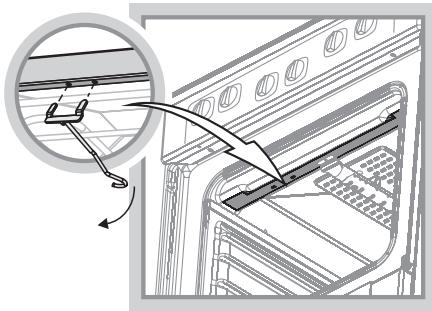

Рис.6
- Установите крючок, для чего вставьте муфту привода вертела «усы» крючка в пазы верхней полки проема духовки и опустите крючок вниз (рис. 6).
- Установите крючок, для чего вставьте «усы» крючка в пазы верхней полки проема духовки и опустите крючок вниз (рис. 6).